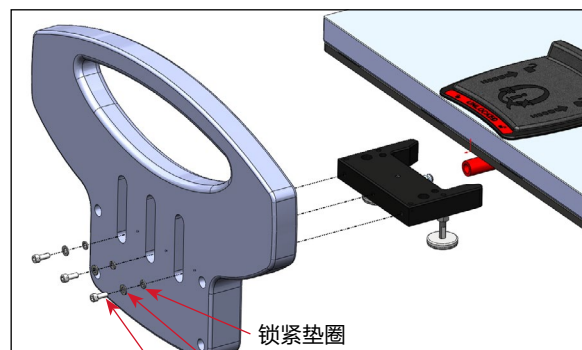

图 20
2. 使用提供的带垫圈和锁紧垫圈的 (3) 10-32 x 0.75" 长螺钉, 将脚踏板固定到脚端碰锁配件安装块上。请勿完全拧紧螺钉。完成步骤 7 后, 螺钉可完全拧紧 (图 20)。